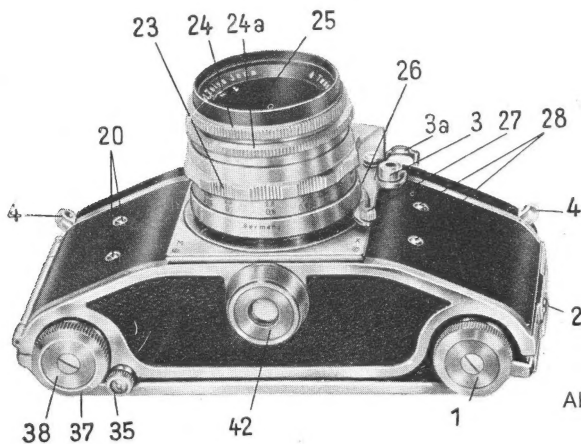

Abb. 4
- 1 = Drehknopf zum Öffnen der Kamerarückwand (s. auch Abb. 4)
Objektiv (25) ist auswechselbar: Rasthebel (27) (Abb. 4) zum Objektiv hin drücken, Objektiv nach links drehen, bis sich rote